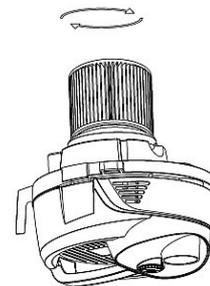

Abb. 11: Filter entnehmen
Schritt 1: Schalten Sie die Nass-/Trockensauger aus und lösen Sie die Verriegelung um den Behälterkopf abnehmen zu können (Abb.11).